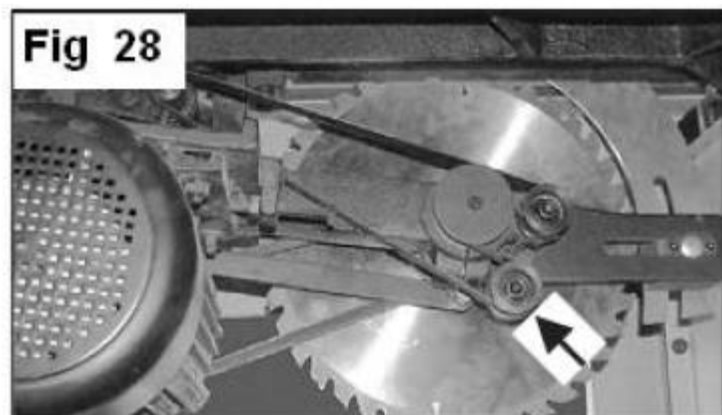

Рис.32
3. Переместить по стрелке натяжной шкив насколько возможно **Рис.32**.